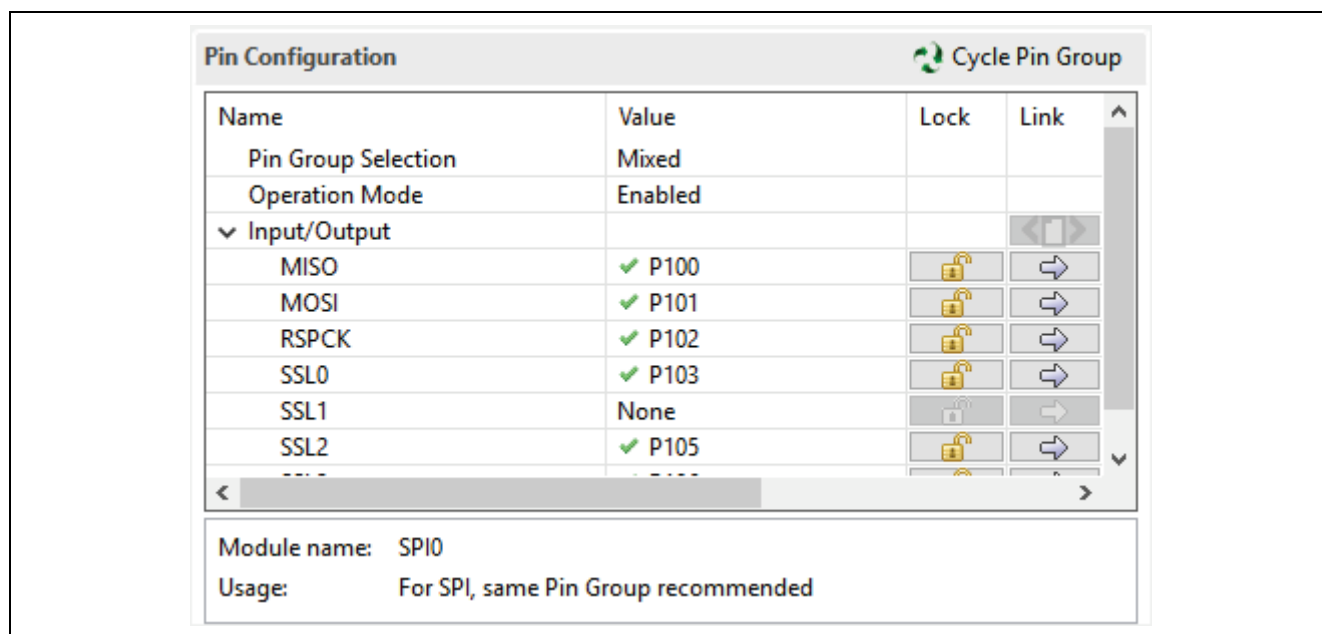

図 20. ルネサス FSP のピンコンフィギュレータを使用した SPI0 ピンの有効化
- 図 20 は、FSP ピン設定を使用して SPI0 ピンを有効にする例を示しています。